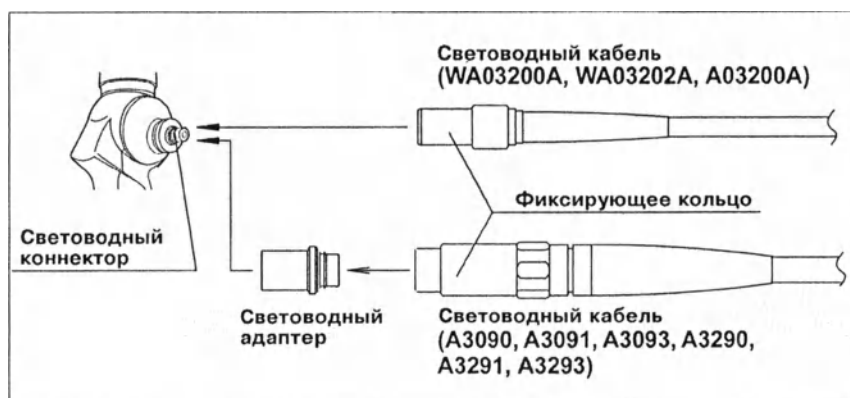

Рис. 3.3
1. Присоедините световодный кабель к световодному коннектору на эндоскопе (см. рис. 3.3).
1. Присоедините световодный адаптер к световодному коннектору на эндоскопе (см. рис. 3.3).
3. Присоедините световодный кабель к световодному адаптеру (см. рис. 3.3).